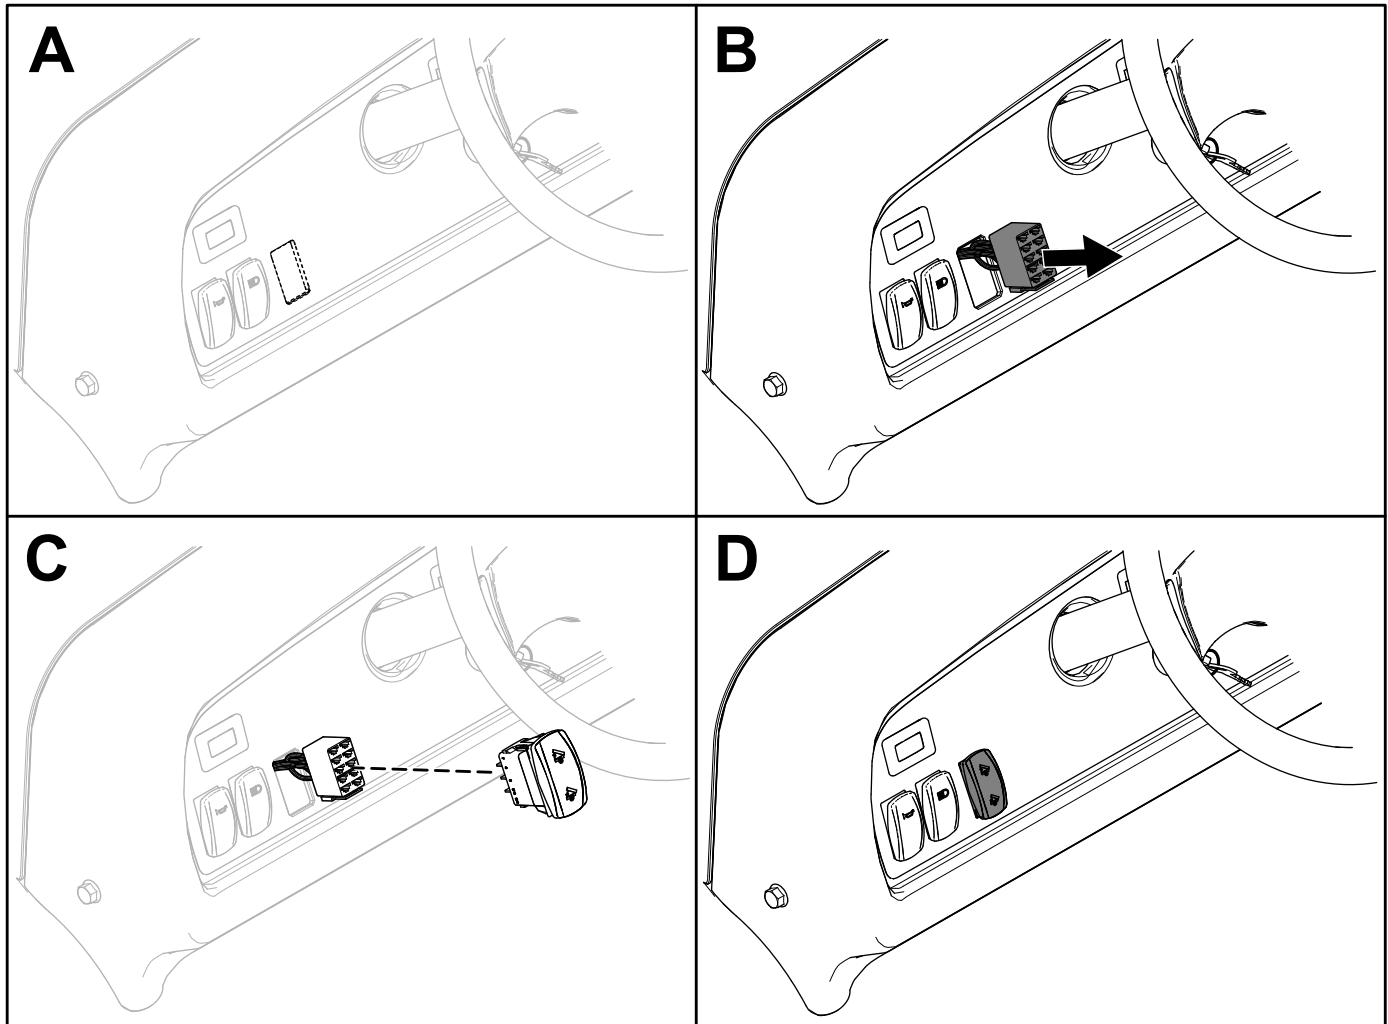

Bild 8
1. Schneiden Sie die Öffnung für den Schalter in den Aufkleber am Armaturenbrett (Kasten A in Bild 8).
2. Setzen Sie den Schalteranschluss durch die Öffnung im Armaturenbrett ein (Kasten B in Bild 8).
3. Installieren Sie den Schalter am Schalteranschluss (Kasten C in Bild 8).
4. Achten Sie darauf, dass der Schalter richtig ausgerichtet ist (Kasten D in Bild 8).